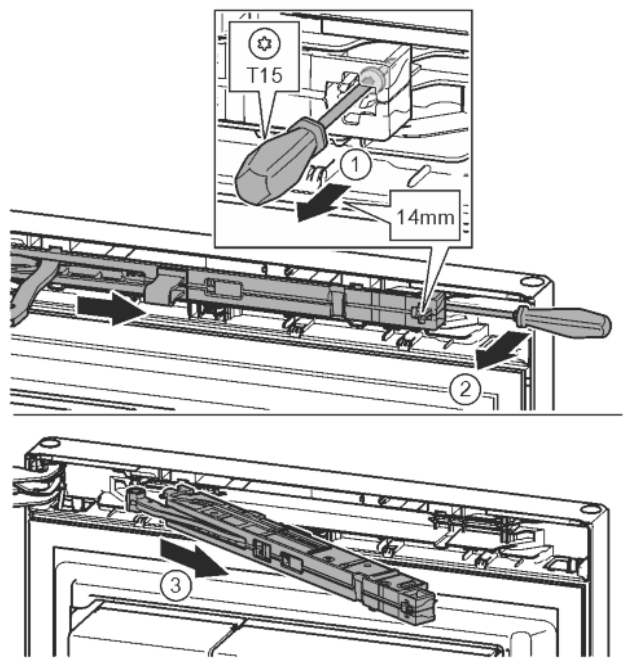

Fig. 14
- ▶ Przy pomocy śrubokręta T15 ok. 14 mm odkręcić śrubę na amortyzatorze zamykania drzwi. Fig. 14 (1)
- ▶ Od strony uchwyty, za amortyzator zamykania drzwi wsunąć śrubokręt i obrócić do przodu. Fig. 14 (2)
- ▶ Wyjąć amortyzator zamykania drzwi. Fig. 14 (3)